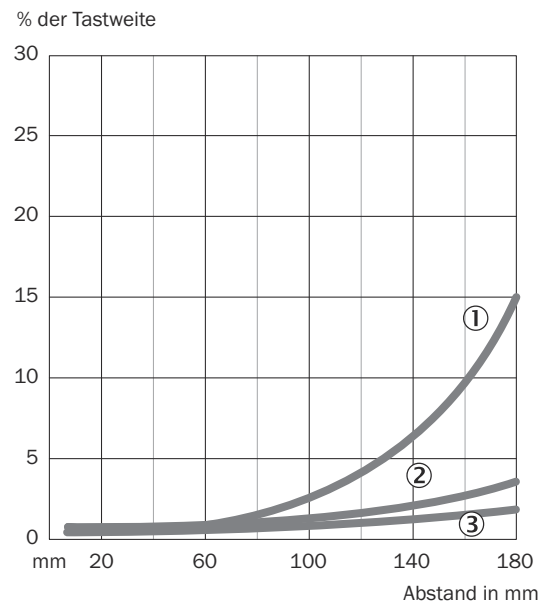

Abbildung 4: Kennlinie
Die minimale Distanz (= y) für die Hintergrundausblendung kann aus dem Diagramm [Abbildung 4 ①] wie folgt ermittelt werden: